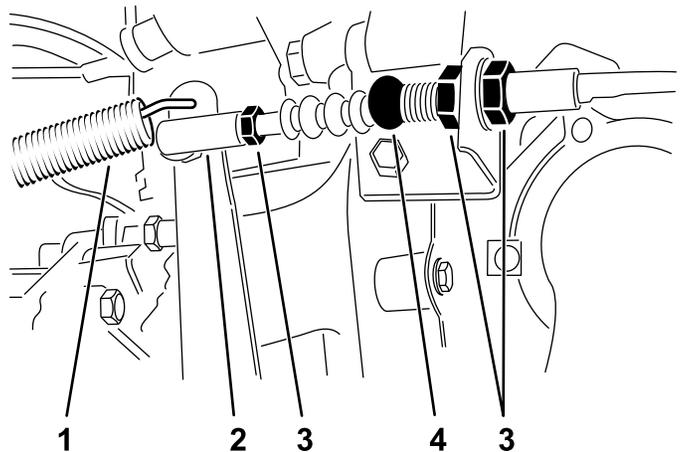

図 63
1. クラッチケーブルをベルハウジング上のブラケットに固定しているジャムナットをゆるめる 図 63。